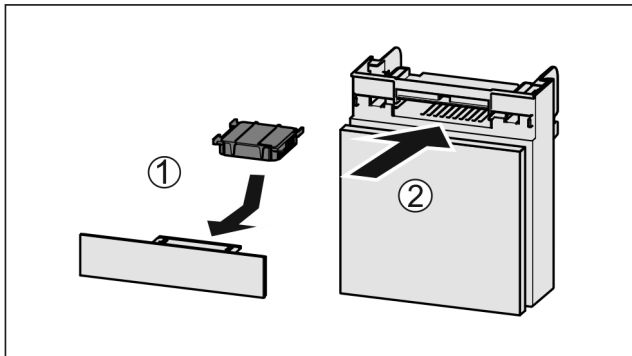

Fig. 148
- ▶ Вставити фільтр з активованого вугілля за малюнком Fig. 148 (1).
- ▶ Вставити відділення Fig. 148 (2).